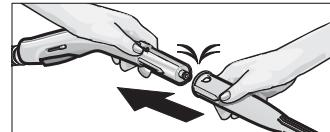

Рис. 1: приєднання насадок до парового пістолета
• З'єднайте необхідну насадку (C1, D1) з паровим пістолетом (B1). Для цього необхідно надіти трубчастий кінець насадки на паровий пістолет (B1). Насадку необхідно надягти на паровий пістолет, доки кнопка розблокування (B3) парового пістолета не увійде у защелення (див. рис. 1).